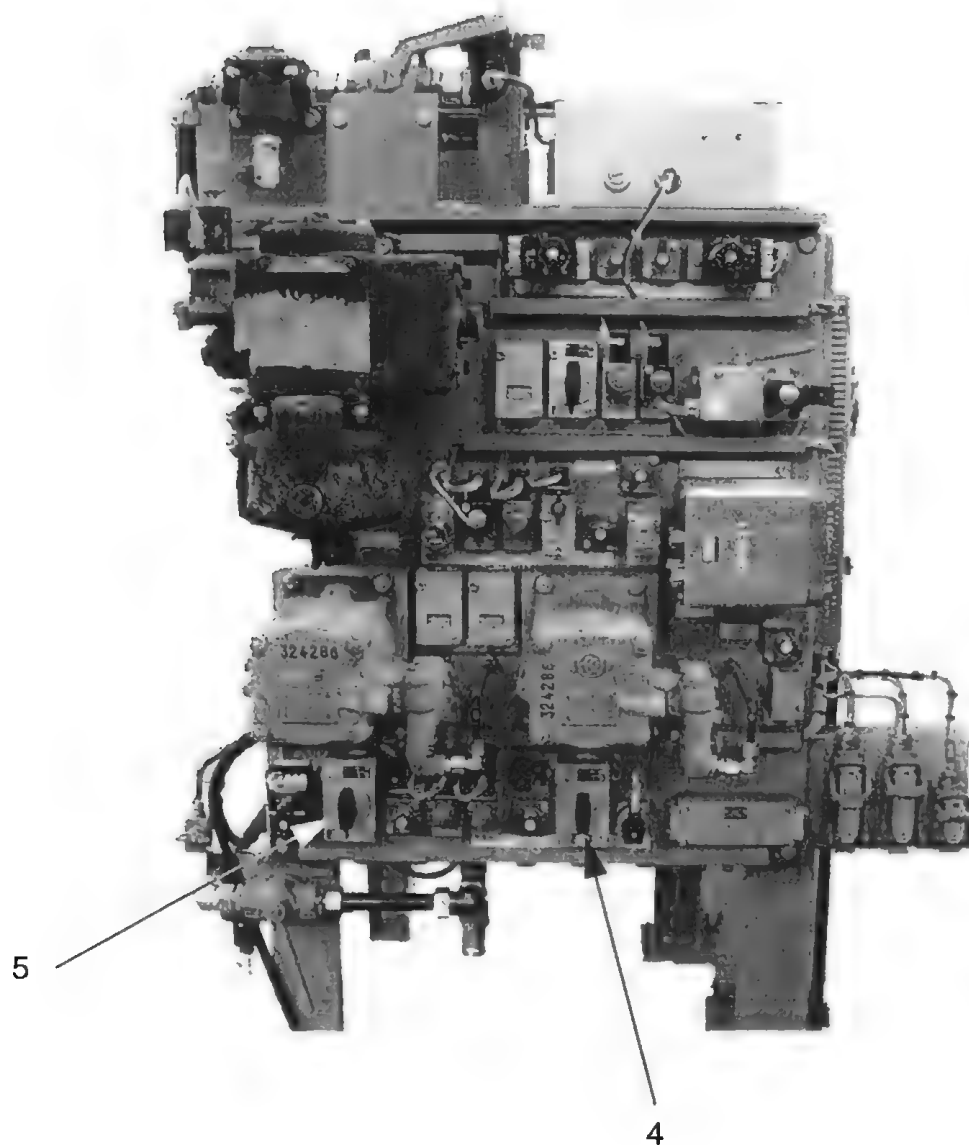

Bild 13-5 / Bremstafel
- Absperrhähne „Bremszylinder Drehgestell 1“ (Bild 13-5 / Pos. 4) und „Bremszylinder Drehgestell 2“ (Bild 13-5 / Pos. 5) auf der Bremstafel schließen (Knebel waagerecht).